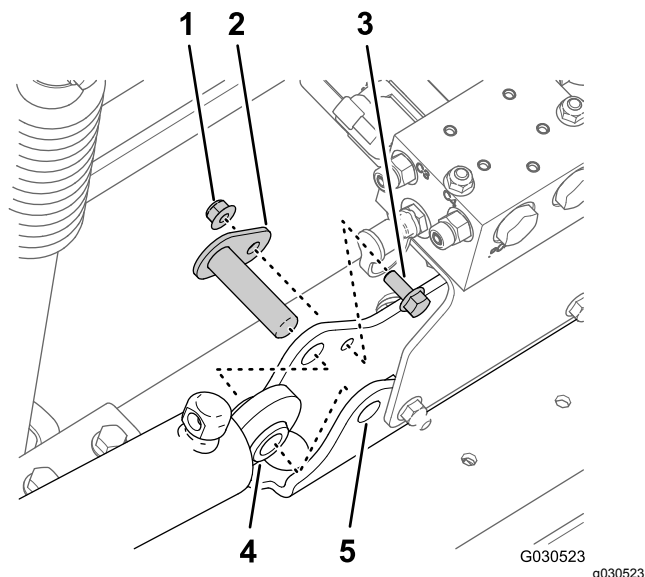

Figure 41
3. Retirez le contre-écrou à embase (5/16") et le boulon à embase (5/16" x 3/4") qui fixent l'axe de pivot au support de vérin (Figure 41).
4. Déposez l'axe de pivot et le vérin de levage de la machine (Figure 41).